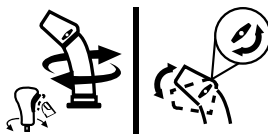

Figure 58
- Pour changer la direction d'éjection de la neige, pressez la gâchette sur la manette et faites pivoter la manette vers la droite ou vers la gauche. Voir (Figure 58).